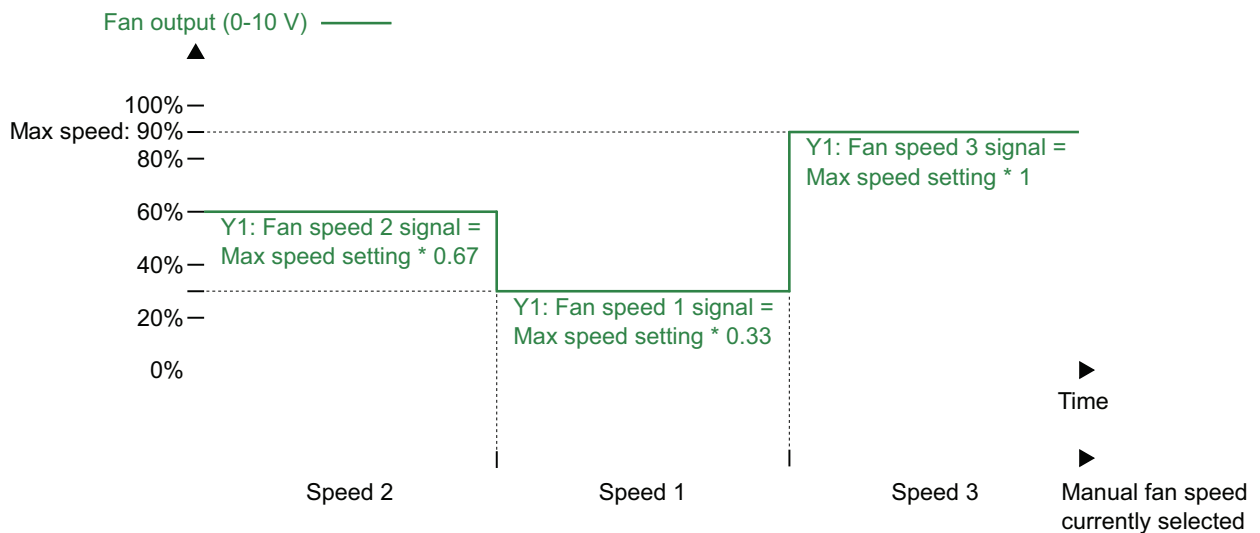

Bild 2-28 Verhalten der EC-Ventilatorregelung im Handbetrieb (Ventilatorstufe 1, 2 oder 3)
Im Handbetrieb ist das Y1-Signal unabhängig vom aktuellen Heiz- oder Kühlbedarf. Stattdessen werden die Signale der Ventilatorstufen 1, 2 und 3 durch eine Anzahl gleichgroßer Drittel im Verhältnis zur Konfigurationseinstellung *EC-Ventilatorumdrehzahl begrenzen auf (%)* definiert, wie in *Bild 2-28* dargestellt. Zum Beispiel ist das Signal der Ventilatorstufe 1 gleich dem 0,33-fachen des eingestellten maximalen Ventilatorstufenwertes und das Signal der Ventilatorstufe 2 gleich dem 0,67-fachen des eingestellten maximalen Ventilatorstufenwertes.
*Bild 2-28* zeigt das Verhalten der EC-Ventilatorregelung im Handbetrieb, wenn eine Obergrenze von 90 % für das Ausgangssignal der Ventilatorstufe eingestellt ist.